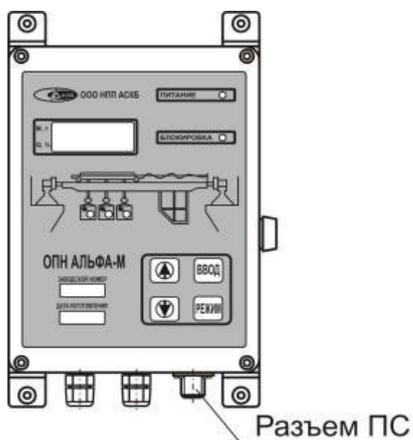

Рисунок 2
2.3 Отключите ПС от ПК и подключите его к разъему ПС (см. рисунок 2), расположенному на торцевой поверхности Бортового микропроцессорного контроллера, при этом БМК может находиться во включенном состоянии.
3.1 Подключите ПС к разъему ПС (см. рисунок 2), расположенному на торцевой поверхности Бортового микропроцессорного контроллера, при этом БМК может находиться во включенном состоянии.